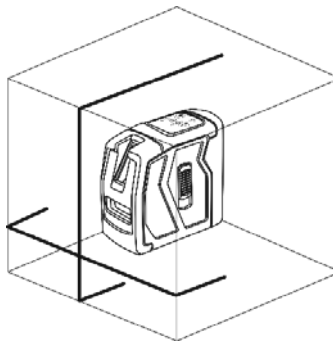

Рисунок 2
3.2 Схематичне зображення спроектованих променів (дивіться рисунок 2)